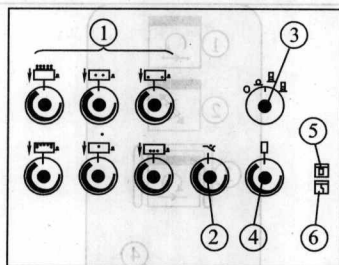

图 1-9 收纸控制台面板
收纸控制台面板如图 1-9 所示, 各旋钮的功能与作用如下: ①—风扇风速调节旋钮; ②—加长收纸吹风旋钮; ③—烘干机风量输出旋钮; ④—烘干机红外热量输出旋钮; ⑤—烘干机开/关; ⑥—收纸台或烘干机出现故障显示。